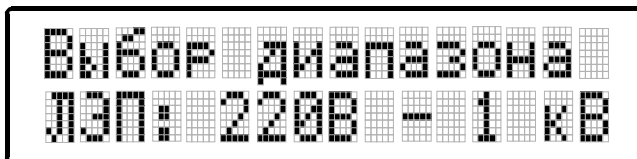

Рисунок 13 — Отображение выбора диапазона ЛЭП на дисплее
включается режим выбора диапазона ЛЭП (рисунок 13). Выбор диапазона ЛЭП осуществляется кнопкой «Индикация» (12).